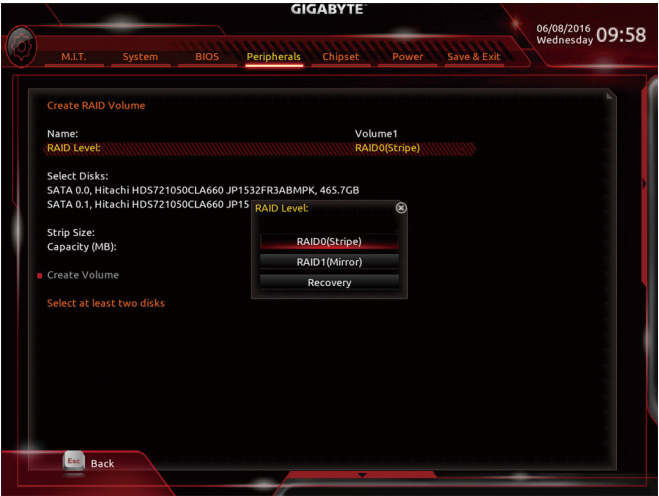

图8
在「Intel(R) Rapid Storage Technology」画面时,请在「Create RAID Volume」选项按<Enter>键,进入「Create RAID Volume」画面,首先在「Name」选项自订磁盘阵列名称,字数最多可至16个字母但不能有特殊字符,设定好后按<Enter>键。接着使用下键移动至「RAID Level」选项选择要制作的RAID模式(图8)。RAID模式选项有:RAID 0(Stripe)、RAID 1(Mirror)、Recovery、RAID 10及RAID 5 (可选择的RAID模式会依据所安装的硬盘总数而定)。选择好RAID模式后,再按下键移动至「Select Disks」选项。